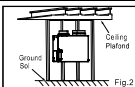

Fig.2 Ground Sol / Ceiling Plafond
- ❗ The installation direction should refer to Fig.2 when wall mounting.
- ❗ Le sens d'installation doit se rapporter à la Fig.2 lors de la fixation murale.